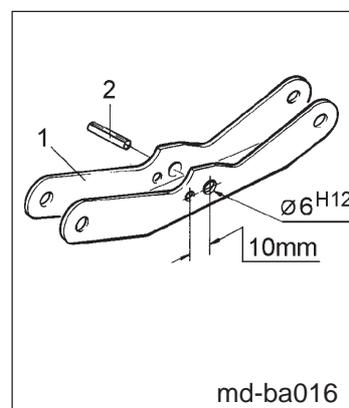

Fig. 18.46
- Spannhülse des Kipphebels (Fig. 18.46/1) entfernen
- Kipphebel nach Fig. 18.46 neu verbohren ($\text{Ø } 6^{\text{H12}}$ mm)
- neue Spannhülse 6 x 45, DIN 1481 (Fig. 18.46/2) in Kipphebel (Fig. 18.46/1) einschlagen